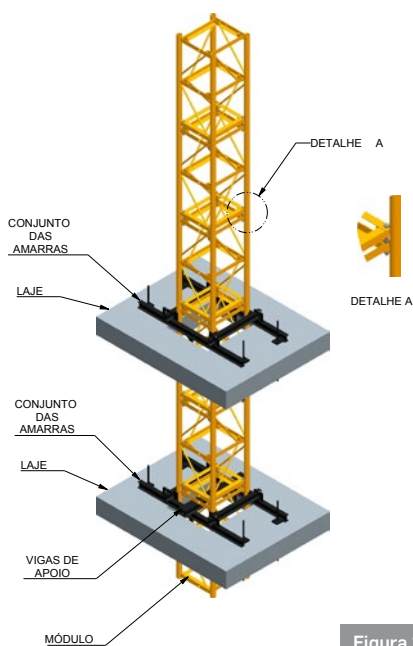

Figura 2
- Montar a Torre, conjunto de módulos fixado com parafuso, porca arruela lisa e arruela de pressão (Figura 2);
- Fazer o Travamento da Torre da Mini Grua na laje com as Amarras (Figura 2). Utilizar no mínimo 2 Amarras;